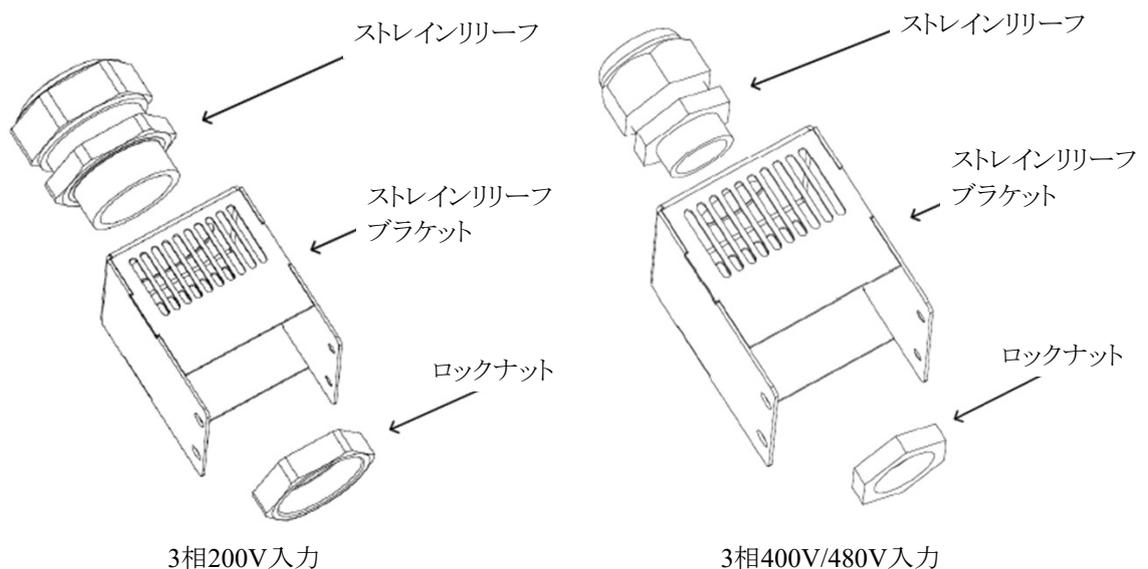

図4-14 ストレインリリーフブラケットへのストレインリリーフ及びロックナット取り付け方法 (GSP10kW/15kW)
- 図4-14に示すようにストレインリリーフをストレインリリーフブラケットに挿入してください。その後ロックナットをストレインリリーフブラケットの内部で締めてください。